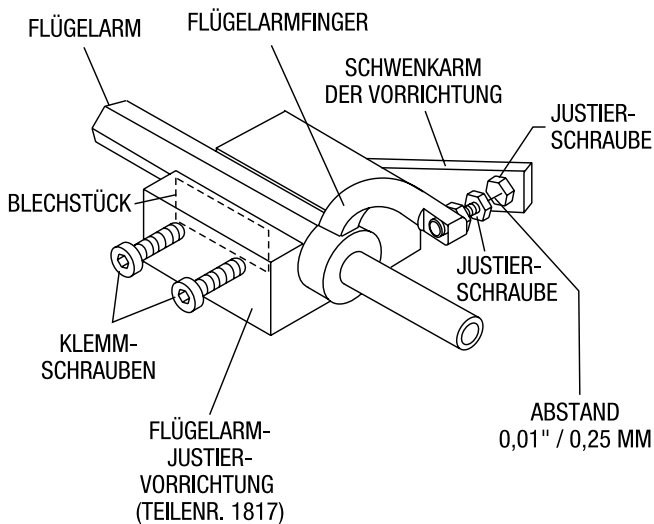

Abb. 46. Komponenten der Flügelarm-Justiervorrichtung
- Die Klemmschrauben der Vorrichtung etwas herausdrehen und den Flügelarm in die Aufnahme legen, Abb. 46. Die Flügelbefestigungsbohrungen im Flügelarm ggf. mit einem dünnen Blech abdecken. Die Justierschraube am Flügelarm gegenüber der Justierschraube an der Vorrichtung (Anschlag) positionieren.